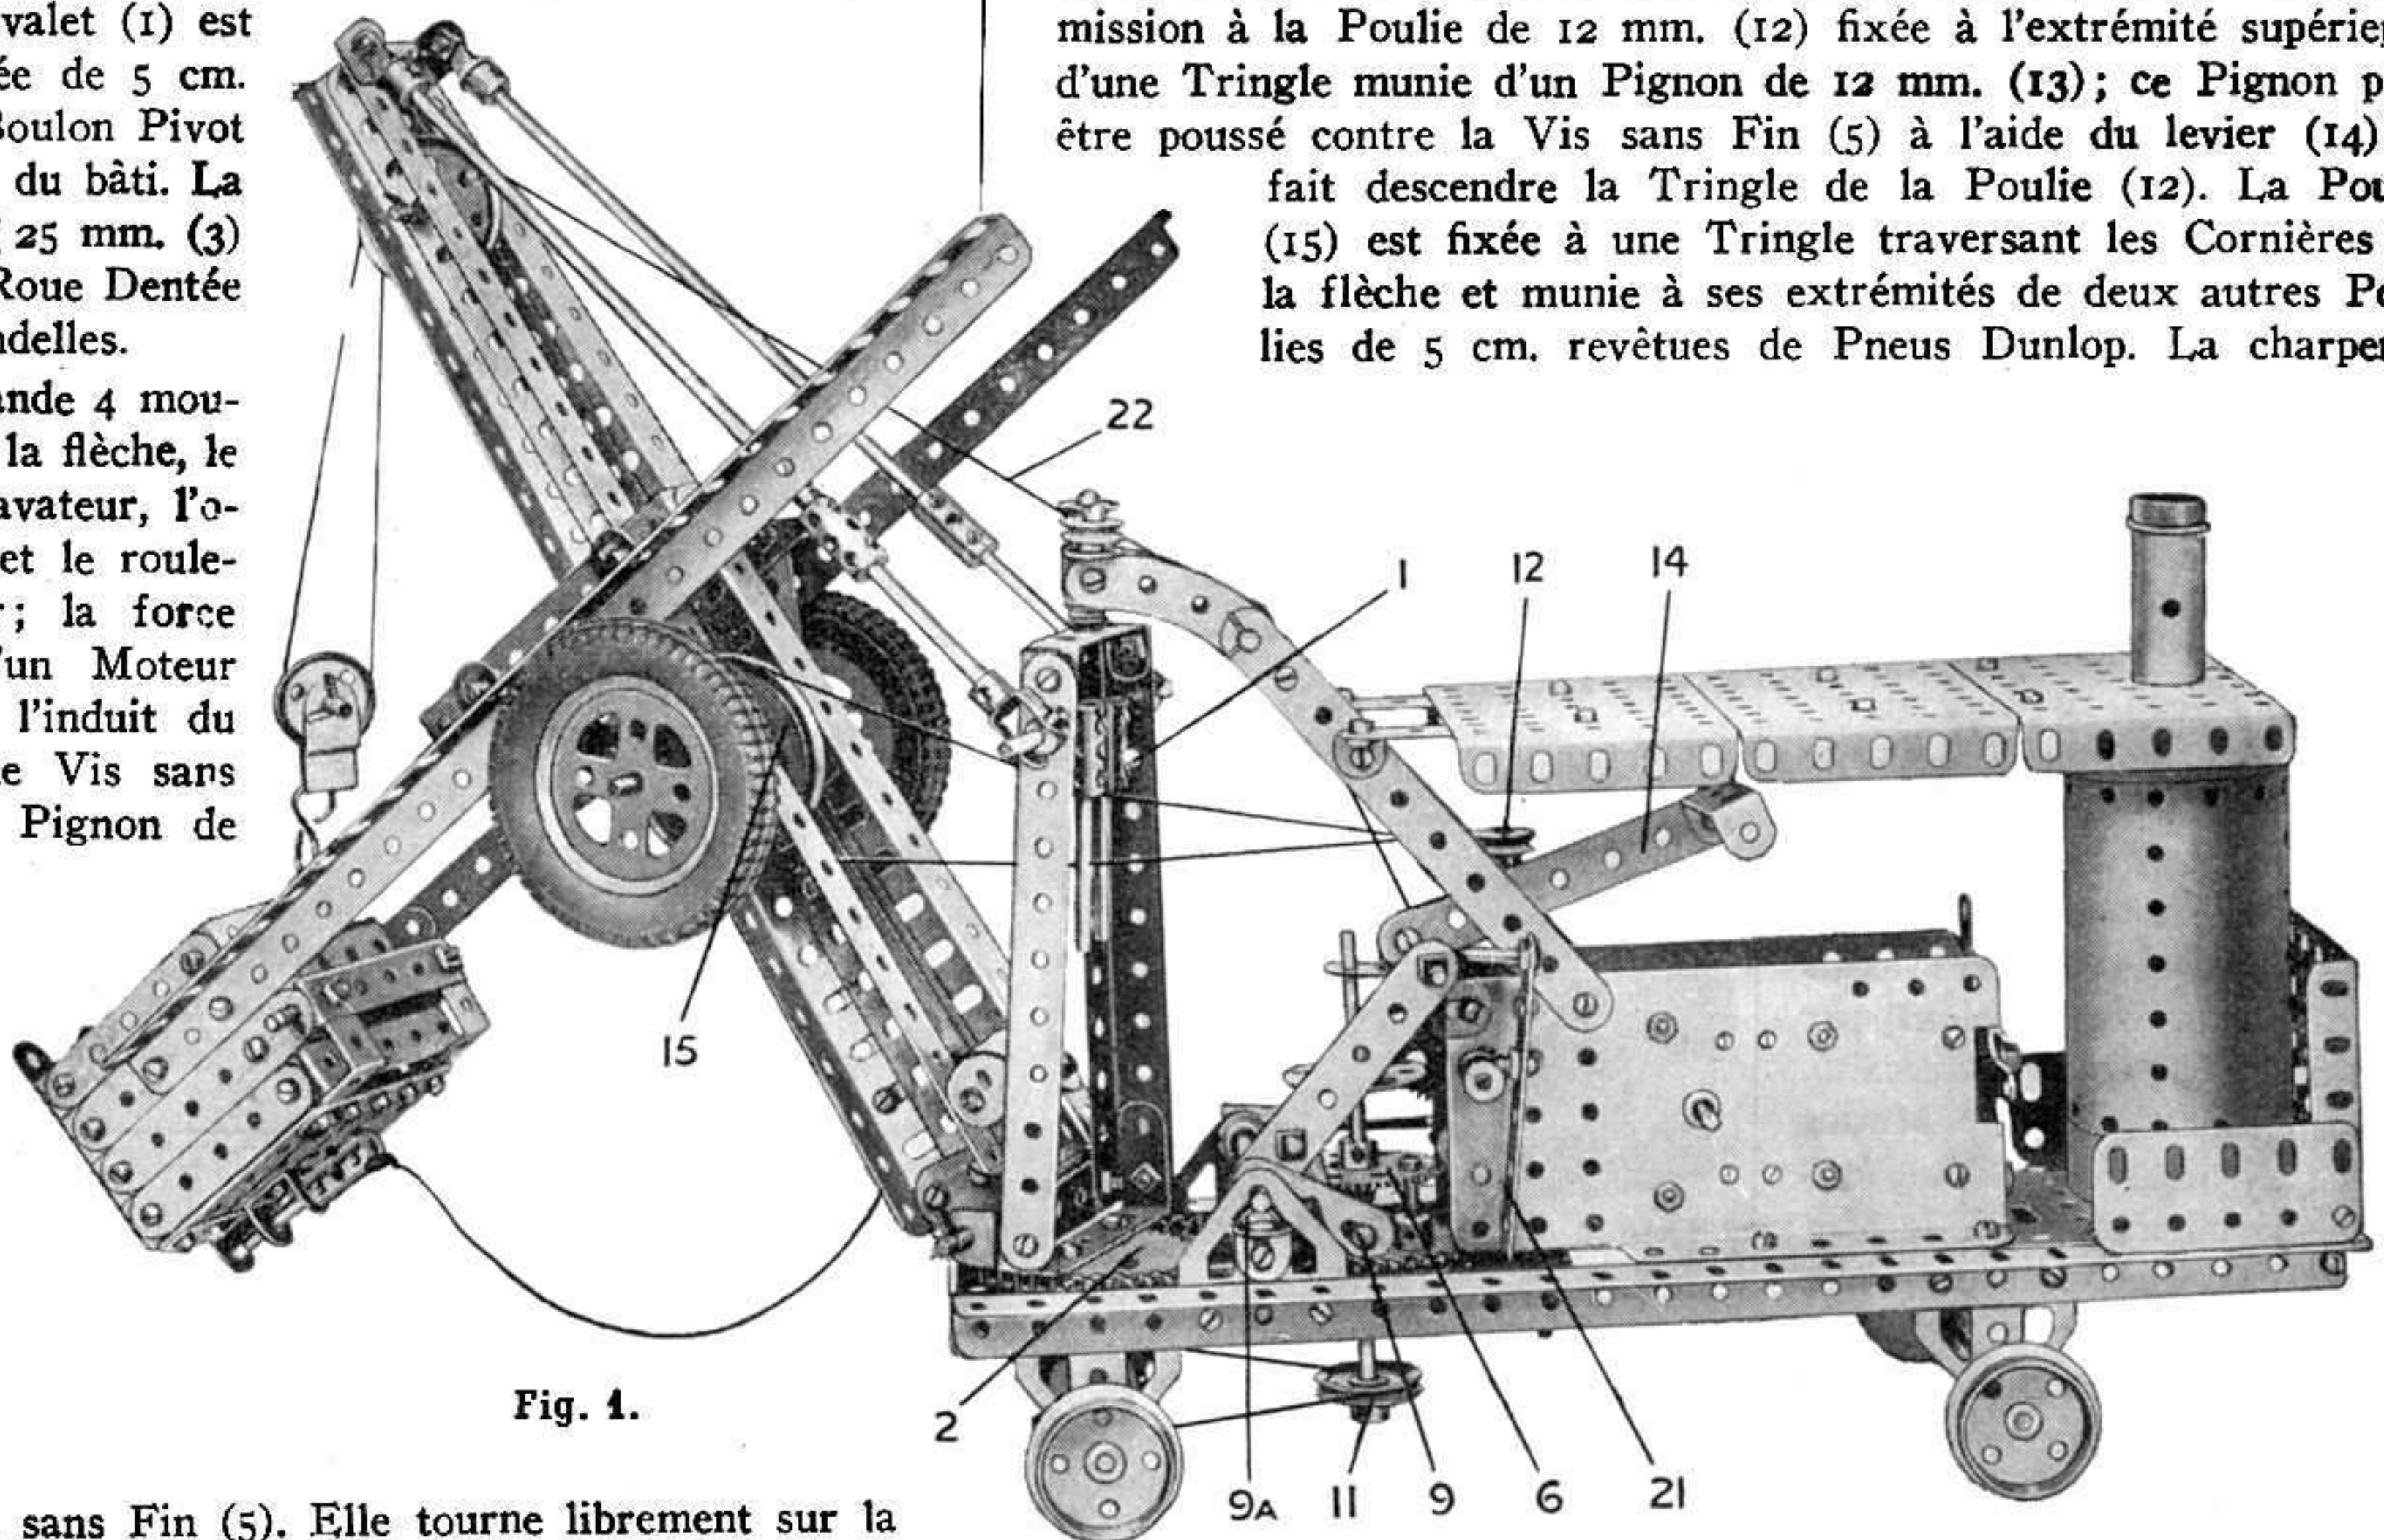

Fig. 1.
La Fig. 1 représente une partie d'un dispositif servant à mesurer la flexion d'une pièce sous l'action de poids différents. Afin de mesurer la résistance d'une poutre (représentée dans le modèle par une Bande Meccano) il faut connaître le poids exact exerçant la pression. Sur la Fig. 1 on voit cinq Poids Meccano de 50 grammes (3) suspendus à la Bande au moyen d'un Crochet Scientifique.
tions pour boîtes 4 - 7), consiste en une feuille de carton fin et souple portant des graduations circulaires et semi-circulaires, les premières servant à enregistrer le degré de rotation du modèle dans un plan horizontal, et les autres indiquant l'angle du bras de visée. Les graduations du Rapporteur pour Théodolite peuvent aussi servir dans nombre d'autres modèles. Les modèles des Fig. 1 et 2 se servent de ces pièces pour l'enregistrement des mouvements de l'Aiguille.
L'orientation de la flèche et le roulement du modèle sont commandés par un embrayage spécial que l'on voit sur les Fig. 1 et 2. Une Roue de 57 dents